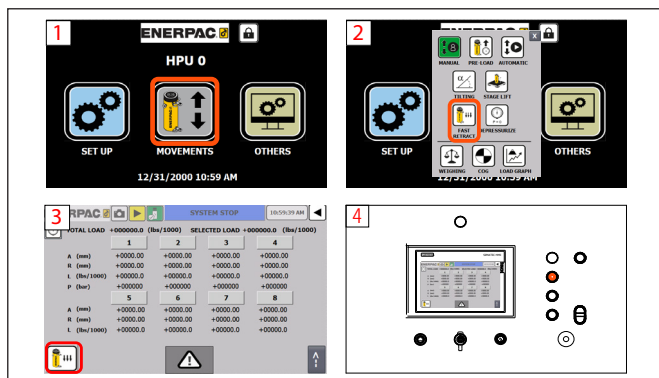

Figura 59: Procedimiento de retracción rápida
5. El sistema le pedirá realizar una segunda comprobación para asegurarse de que los cilindros no tienen ninguna carga. Si los cilindros soportan alguna carga, pulse el botón Sí. Consulte la Figura 59.